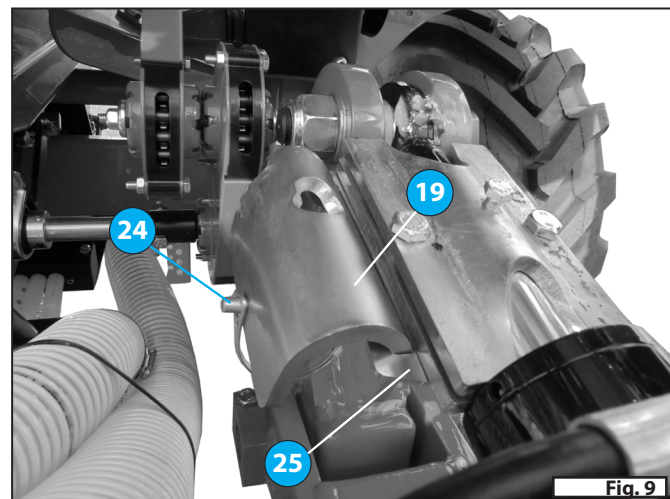

Fig. 9
- Ściągnąć zabezpieczenia (19) z cylindrów tylnych siłowników wysuwając sworznie (24) "Fig. 9".
- Umieścić zabezpieczenia (19) w przewidzianych do tego celu wspornikach (25) i zablokować je za pomocą sworzni (24) "Fig. 9".